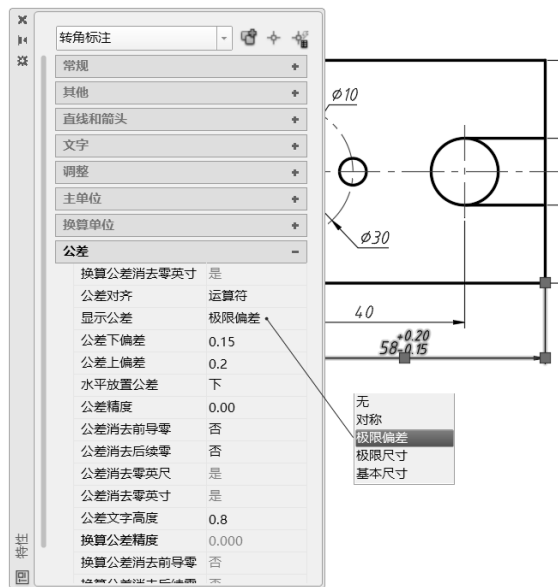

图 8-60 为选定尺寸设置公差
- 3 在图形窗口中选择数值为 58 的水平线性尺寸,接着在“特性”选项板中展开“公差”特性区域,从“显示公差”框中选择“极限偏差”,设置“公差上偏差”为“0.2”,“公差下偏差”为“0.15”,“公差精度”为“0.00”,在“公差消去前导零”框和“公差消去后续零”框中均选择“否”选项,在“公差文字高度”框中输入“0.8”并按〈Enter〉键确认,如图 8-60 所示。